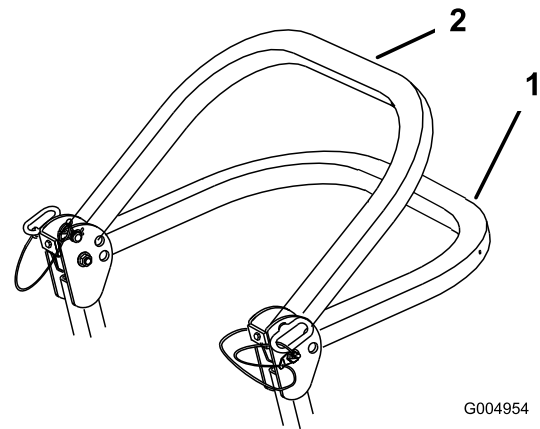

Figura 10
2. Baixe por completo a barra de segurança (Figura 10).
**Nota:** Há 2 posições em baixo; consulte Figura 10.